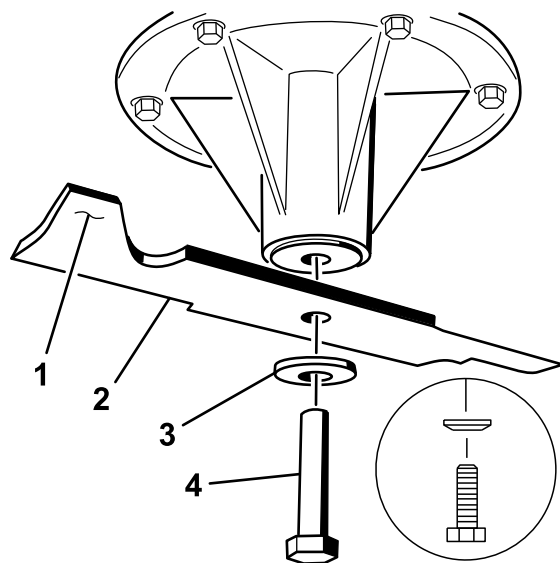

図 83
2. スピンドルシャフトにブレードを取り付ける(図 83)。
3. 湾曲ワッシャとブレードボルトを取り付ける 図 83。
注 湾曲ワッシャは、円錐先端側をボルトの頭に向けて取り付ける 図 83。